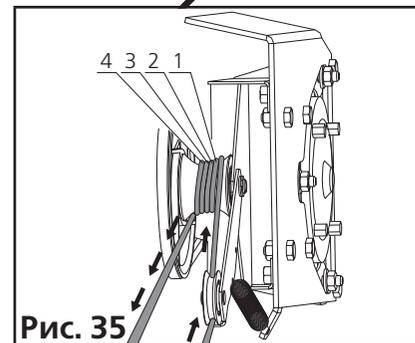

Рис. 35
4. Пропустите трос через компенсатор привода и на фрикционном барабане намотайте 4 витка, как показано на рис. 35.